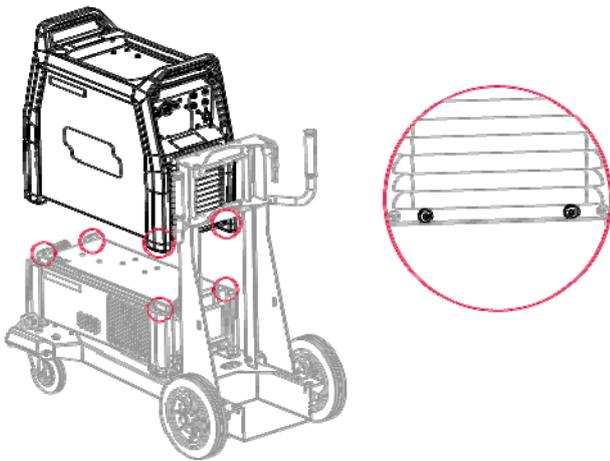

Figure 2
- Placer le Speedtec sur le refroidisseur (Figure 2).